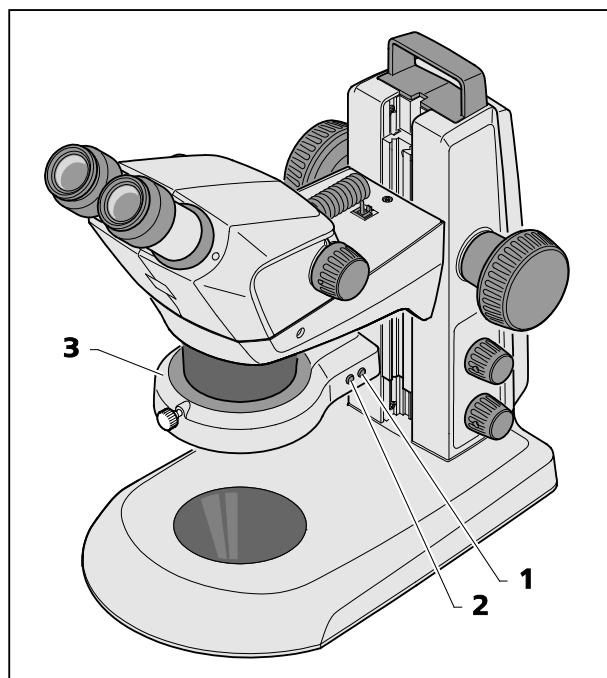

图 23 环状光源
- 依次按下前端按钮(图 23/2)可以在四种不同的环状光源 (图 23/3)照射状态中切换：
- 单击后侧按钮 (图 23/1)，所设部位将以顺时针方向每次转动四分之一圈。
- 长按至少 2 秒后侧按钮 (图 23/1)，所设部位将持续旋转（每一步 1/8 圈，每转一次 1 秒）。
- 再点击一次后侧按钮 (图 23/1) 转动将停止，观察对象再次从后面发光。